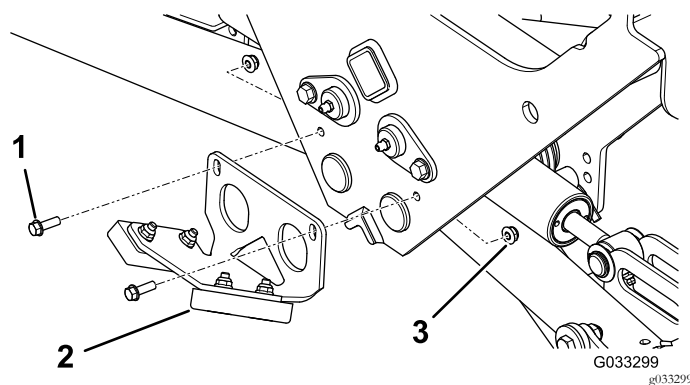

Figura 21
2. Instale o conjunto do para-choques traseiro como se mostra na Figura 21.